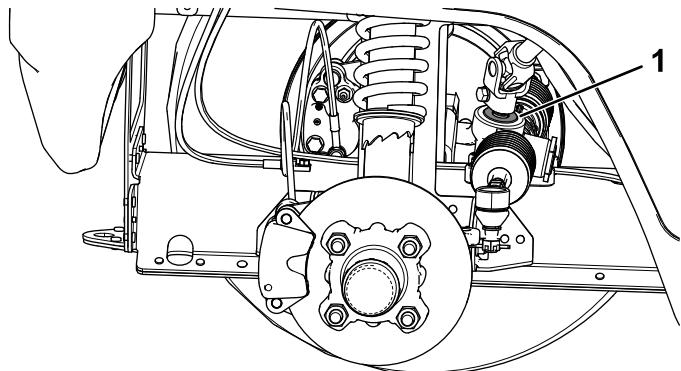

図 50
- 重要** ピニオンシャフトのシールの状態と磨耗程度を点検する 図 50。